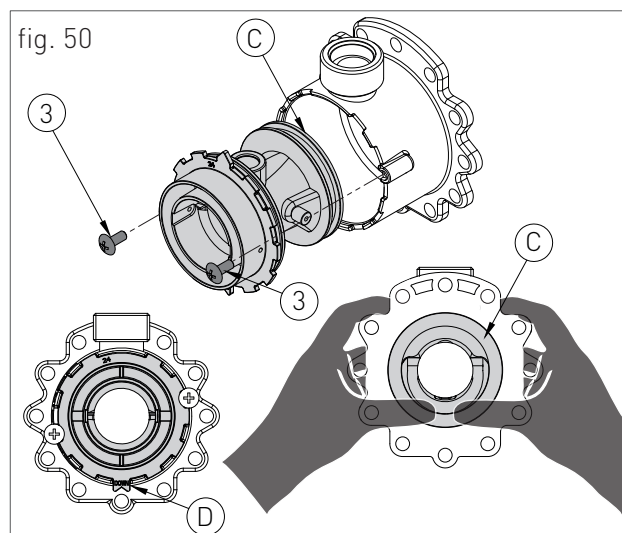

fig. 50
- › retirer les deux vis '3' (fig. 50) et faire pression sur le côté arrière du venturi 'C' (fig. 50);
- › remplacer le corps du venturi par celui adapté au type du gaz fourni (code 30-00230 pour le gaz naturel / code 30-00229 pour PROPANE) et s'assurer que la dent 'D' (fig.50) est réglée vers le bas sur l'écrou à anneau en aluminium (voir fig.50);